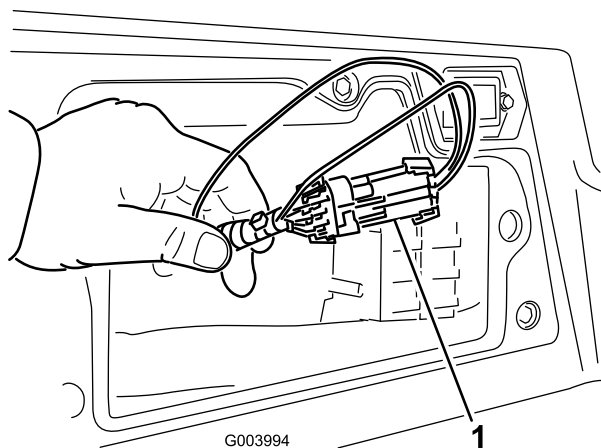

図 48
3. コントローラの近くにあるワイヤハーネスとそのコネクタを探し出す（図 48）。